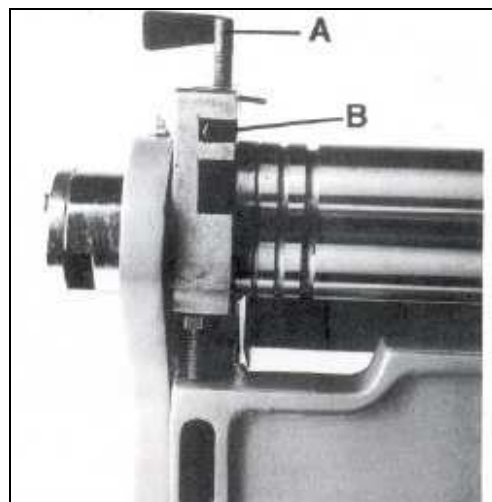

Рис.9
1. Ослабьте барашковые винты (А, Рис. 9) с обеих сторон верхнего валка.
2. Ослабьте винт с шестигранной головкой под ключ (В, Рис. 9) и вращайте его по направлению к задней части станка, чтобы освободить захват валка.